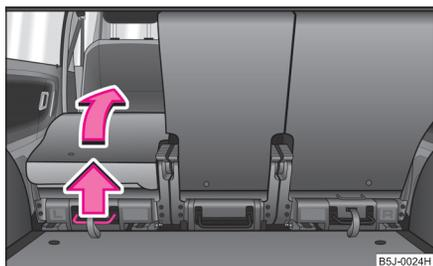

Abb. 52 Sitz komplett vorklappen
- Ziehen Sie den Hebel ⇒ Abb. 52 nach oben und klappen Sie danach den Sitz komplett vor.